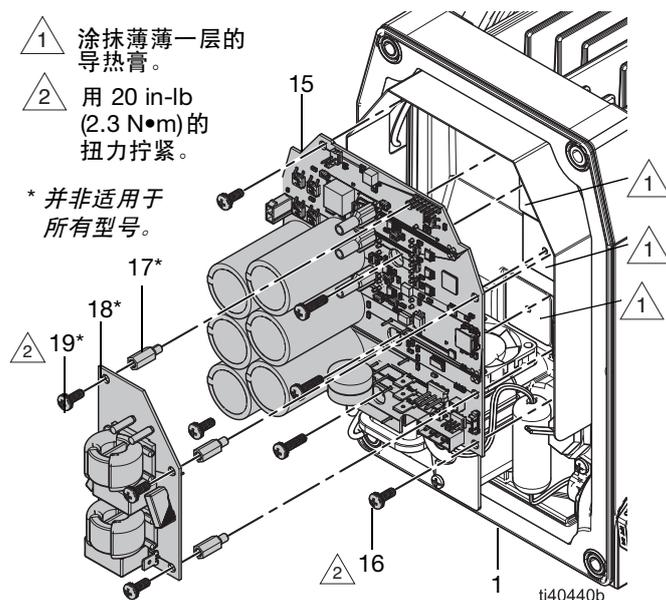

图 16：控制板和过滤板
2. 如果需要，涂上一层薄薄的导热膏，位置见图 16。
3. 将电线远离定子外壳 (1)，并将控制板 (15) 插入定子外壳。
4. 将控制板 (15) 固定到位。同时安装控制板紧固件 (16)。用 20 英寸-磅 (2.3 牛·米) 的扭力拧紧。
5. 如果适用，安装垫片 (17)、过滤器板 (18) 和紧固件 (19)。牢牢拧紧紧固件 (19)。
6. 如果适用，将过滤板 (18) 电源棕色电缆连接到控制板上的 L1，将蓝色电缆连接到 L2。请参考第 44 页的**电气示意图**。
7. 将所有电线连接到控制板 (15) 和过滤板 (18, 如果适用)。请参考第 44 页的**电气示意图**。